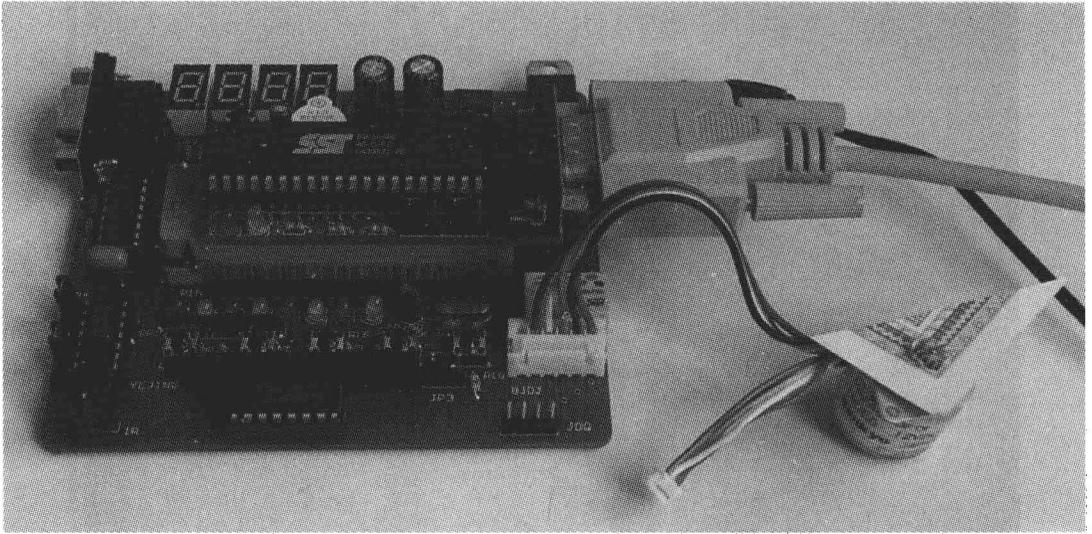

图 1-5 步进电动机控制实例
4) 应用实例之四：如图 1-5 所示，我们通过软件改变步进电动机各相电压，使其转动，并通过设置相应的延时值来达到调速的目的，步进电动机与传统玩具电动机有所不同，它是一种将电脉冲转化为角位移的执行机构。通俗地讲：当步进驱动器接收到一个脉冲信号，它就驱动步进电动机按设定的方向转动一个固定的角度。你可以通过控制脉冲个数来控制角位移量，从而达到准确定位的目的；同时你可以通过控制脉冲频率来控制电动机转动的速度和加速度，从而达到调速的目的。步进电动机技术的应用也非常广泛，如打印机喷头的移动、安防系统中视频摄像头的转动等都是通过它来控制的。